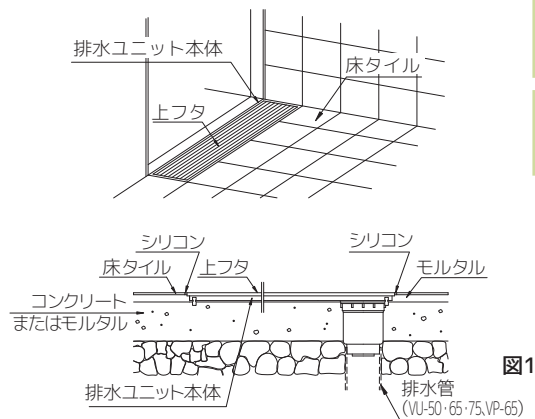

図1
- ①排水ユニットを仮据えし、床仕上げ面の勾配に揃えてください。
- ②排水管の内面もしくは外面に接着剤を塗布し、排水ユニット（トラップ排水口）を落とし込んでください（図1）。
- ③アンカーをモルタルで固定してください。
- ④上フタを排水ユニット本体にセットしてからモルタルで固定、もしくは溶接にて固定してください。
排水ユニット周囲と仕上げ材の間にある程度のすき間を設けるように床仕上げをおこない、すき間はシリコンでコーキングしてください（図1）。